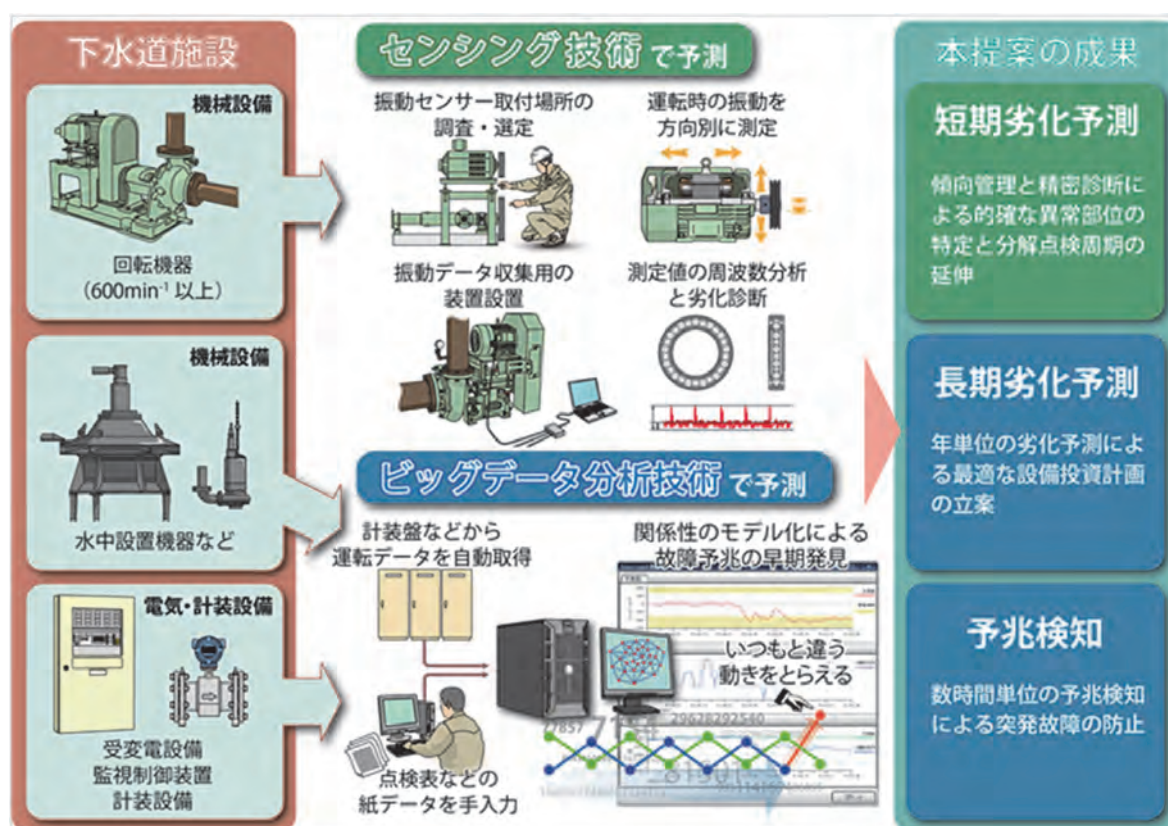

図2 実証技術の概要 (ICT を活用した下水道施設の劣化状況把握・診断技術の実証事業)
- ・ 実証技術の期待される特徴等（図2参照）：本技術は、以下の二つの要素技術の組み合